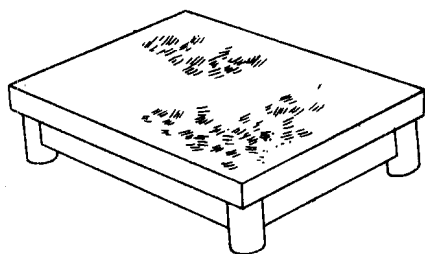

图 2.2 划线平台
(3) 划线平台(又称划线平板，见图 2.2) 由铸铁制成，工作表面经过精刨或刮削加工，作为划线时的基准平面。划线平台一般用木架搁置，放置时应使平台工作表面处于水平状态。